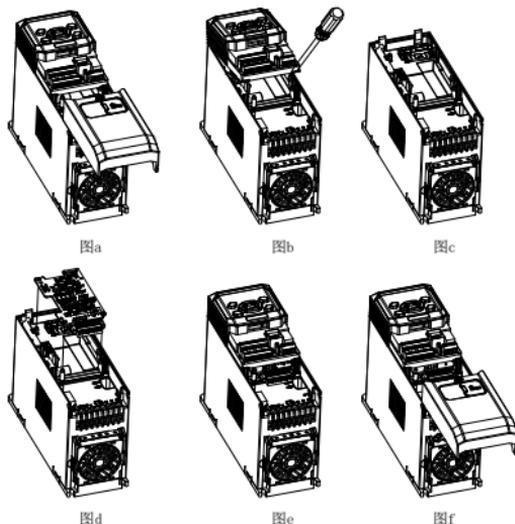

图2-3 位置1 PG卡安装步骤图
(1) 变频器非上电状态下，按下盖板中上部颗粒状处，用力向下滑动，取下变频器下盖板，如图2-3 a所示。
(2) 用小一字螺丝刀向外撬开变频器控制盒下部与变频器连接的两个卡勾，向上取下控制盒，如图2-3 b与图2-3 c所示。
(3) 安装PG*1S卡：先将PG*1S卡的端子台朝下，接着将PG*1S卡上的三个圆孔对准定位柱后下压，让四个卡勾卡住PG*1S卡，如图2-3 d所示。
(4) 完成组装，先把控制盒按图示方向扣入卡勾，再往下按压控制盒，使得其下端卡入卡勾，最后安装下盖板，用力滑入并卡住，如图2-3 e与f所示。